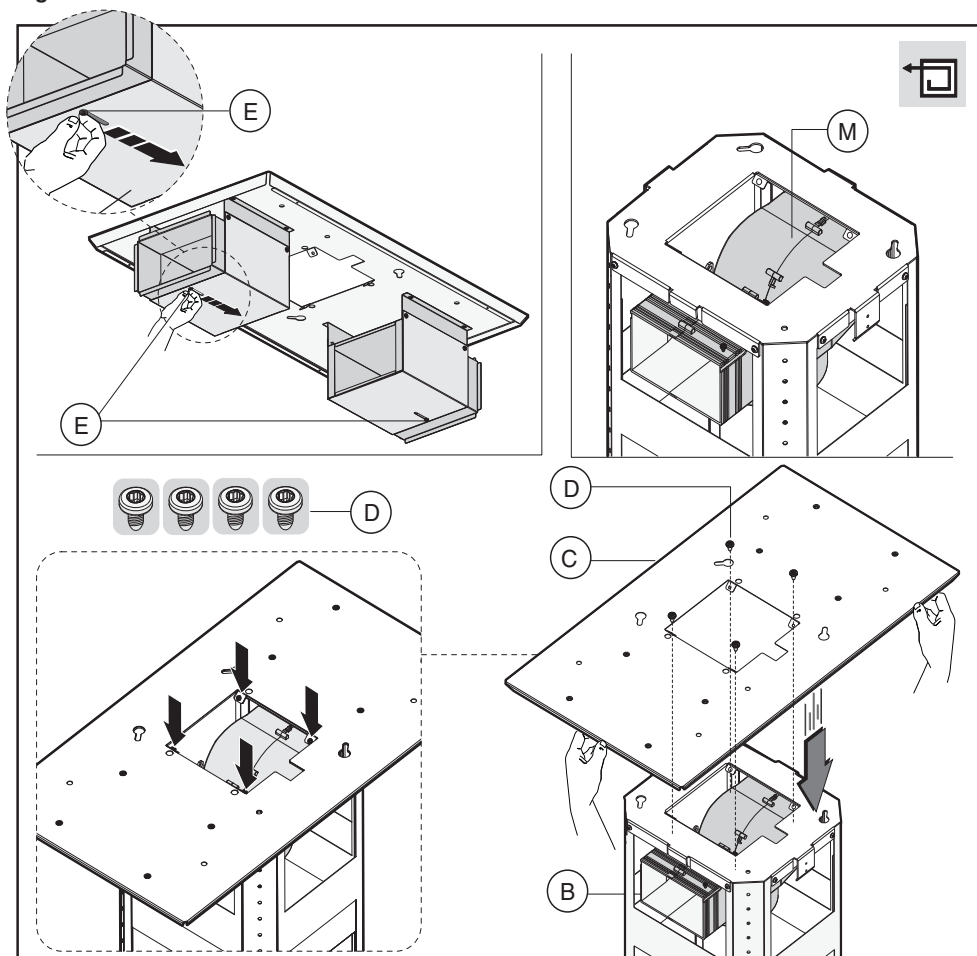

Fig.5
- Antes de juntar o estribo de fixação **C** à estrutura superior **B**, puxe para o lado interno o deflector **E** atuando nas especificas abas (Fig. 5).
- Monte o estribo de fixação da chaminé **C** com a estrutura superior **B** mediante os quatro parafusos **D** (Fig. 5).